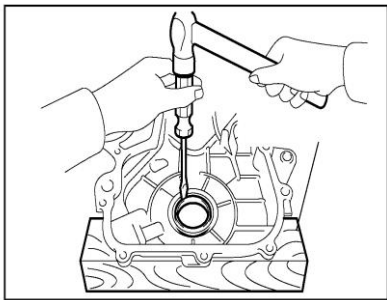

Рисунок II-81
14. Положите переднюю крышку на стол и при помощи отвертки снимите переднее уплотнение коленчатого вала (см. Рисунок II-81).